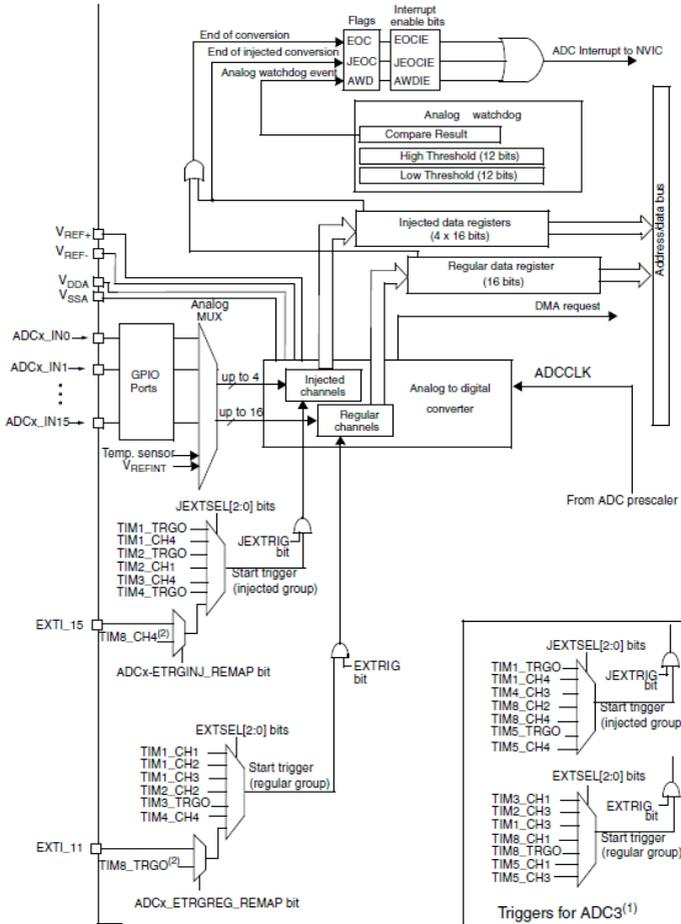

Рис. 1.65 – Структура блока АЦП
- **Способ запуска** каналов – программный, от таймеров или внешних источников (см. рисунок 1.65). Программирование источников запуска для регулярных и инжектированных каналов различное и определяется соответствующими разрядами регистра **ADC\_CR2**. **При использовании внешнего запуска необходимо контролировать, чтобы интервал между событиями был больше, чем время преобразования каналов.**